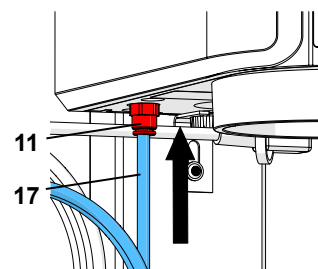

Fig. 5-a
En equipos anteriores, el filtro de entrada (12) viene montado fuera del propio equipo (Fig. 5-b). En estos casos, introducir la manguera de aire comprimido (17) en el filtro de entrada (12). Para ello hay que salvar una ligera resistencia. ¡No emplear NUNCA el equipo sin el filtro de entrada!